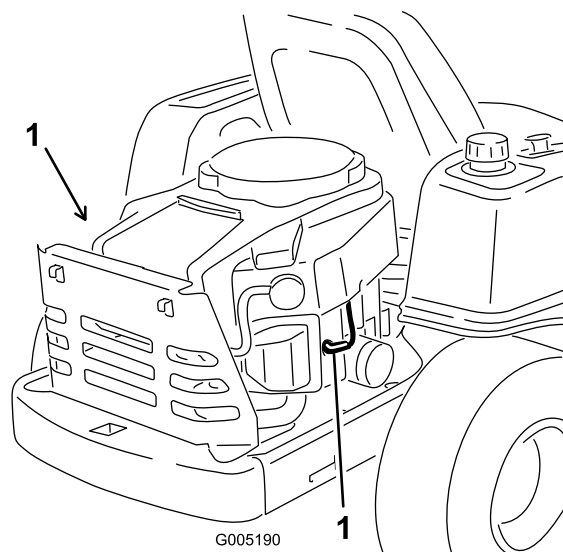

Figure 32
2. Avant de retirer la(les) bougie(s), nettoyez la surface autour de la base de la bougie pour empêcher la poussière et les débris de pénétrer dans le moteur. Débranchez les fils de la (des) bougie(s) (Figure 32).
3. Reconnectez le fil à la bougie (Figure 32).